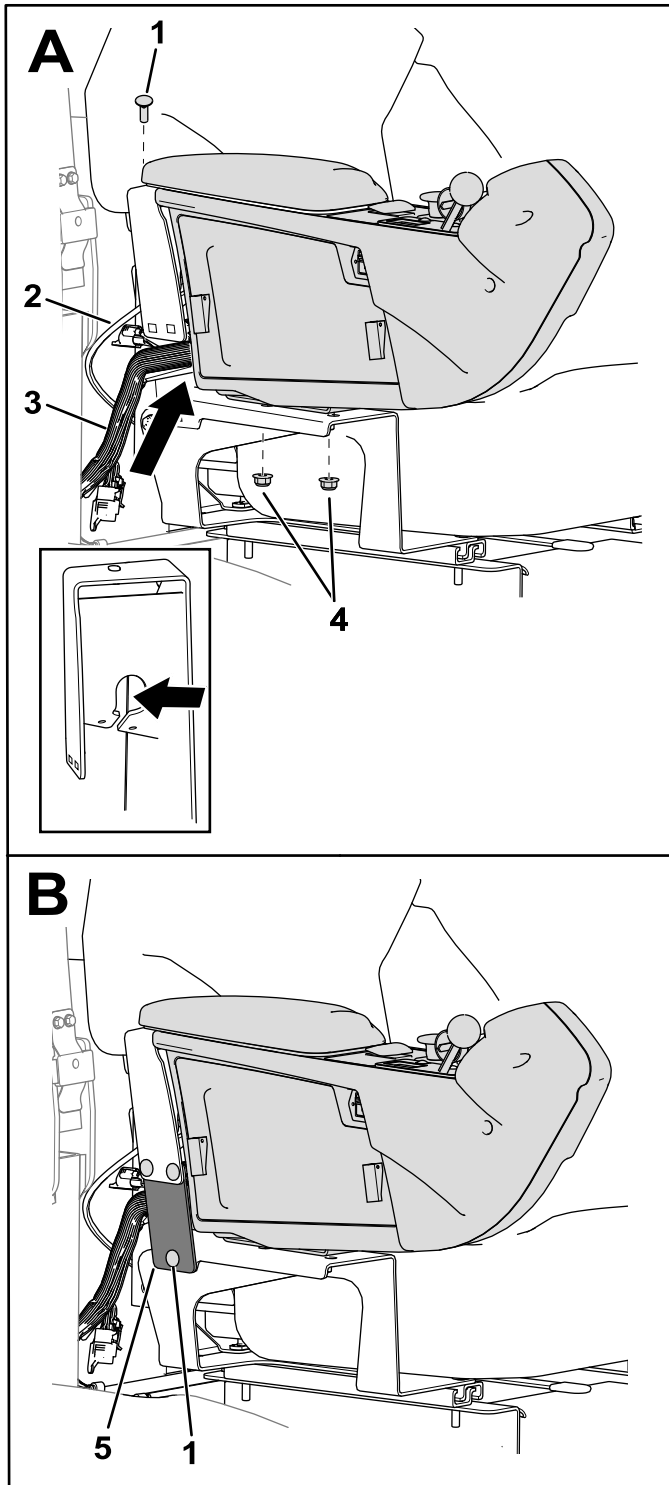

图 4
2. 将控制台放到座椅支架上 图 4 中的 A。
对于型号 31900、31901、31907 和 31909 机器确保油门拉索位于线束上方的座椅支架间隙中 图 4 中的小图 A。
4. 用 3 个托架螺栓和 3 个螺母将板固定到座椅支架上 B 图 4 中的 B。
3. 用现有的螺母[调整座椅组件(页码 1)中卸下的]和托架螺栓和螺母将控制台固定到座椅支架 A 图 4 中的 A。